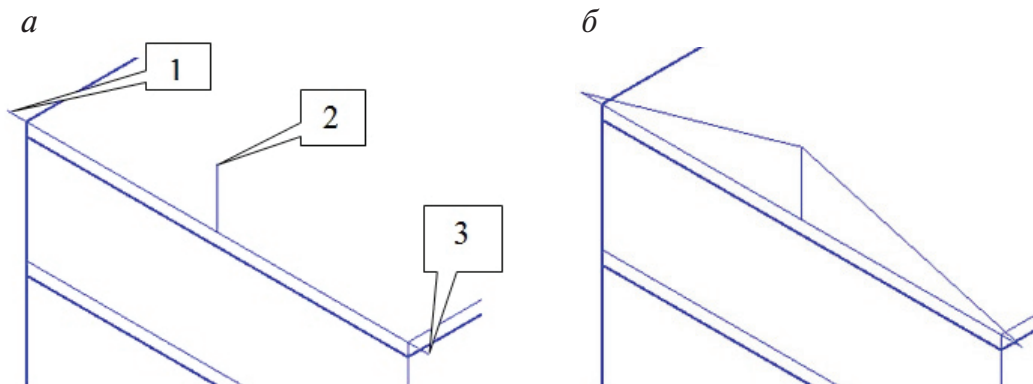

Рис. 194. Свес крыши и высота крыши:
Для создания треугольного профиля крыши начертим (рис. 194):
- ◆ свес крыши в виде отрезка длиной 500 мм на главном и дворовом фасаде здания. Строим точки 1 и 3 (рис. 194, а).
- ◆ вертикальный отрезок посередине торцевой стены здания высотой 1500 мм. Строим точку 2 (рис. 194, а).
Лента → Вкладка Главная → панель Рисование → **Отрезок**  (см. рис. 194, а).
Перед соединением точек 1 и 2, 2 и 3 отключим режим **ОРТО** , включим **Объектную привязку**  **Конточка**, выбрав ее из списка Объектных привязок  строки состояния и командой **Отрезок** соединим точки 1, 2 и 3 (см. рис. 194, б).